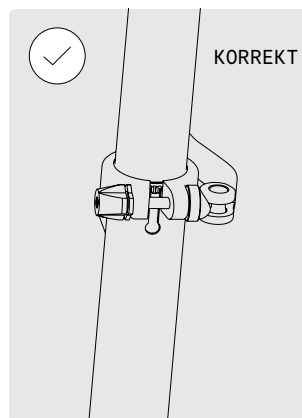

FIG. 33
- Pas på ikke at trække sadelpinden op over markeringen MIN/MAX på sadelrøret (fig. 33, 34).